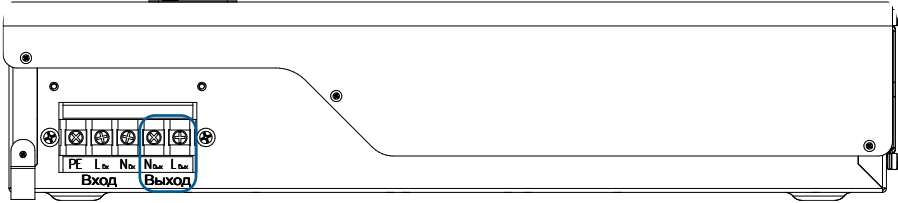

Рисунок 17. Стабилизатор BAXI Energy 7000. Выводы «Выход N-L»
- у моделей BAXI Energy 7000 к выводам «Выход N-L» (**рисунок 17**);